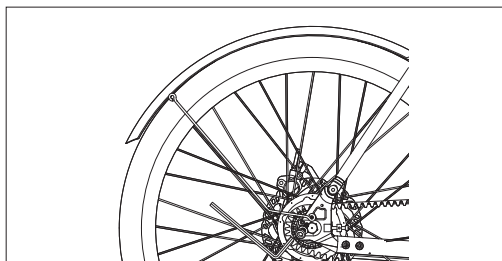

Figure 6-2
- Après avoir fixé le support supérieur, utiliser une clé Allen de 4 mm pour retirer les 2 vis de la patte de fixation. Ensuite, alignez les pattes de l'aile avant avec les trous d'installation, comme indiqué sur les **figures 6-2 et 6-3**, puis ressermer les vis.